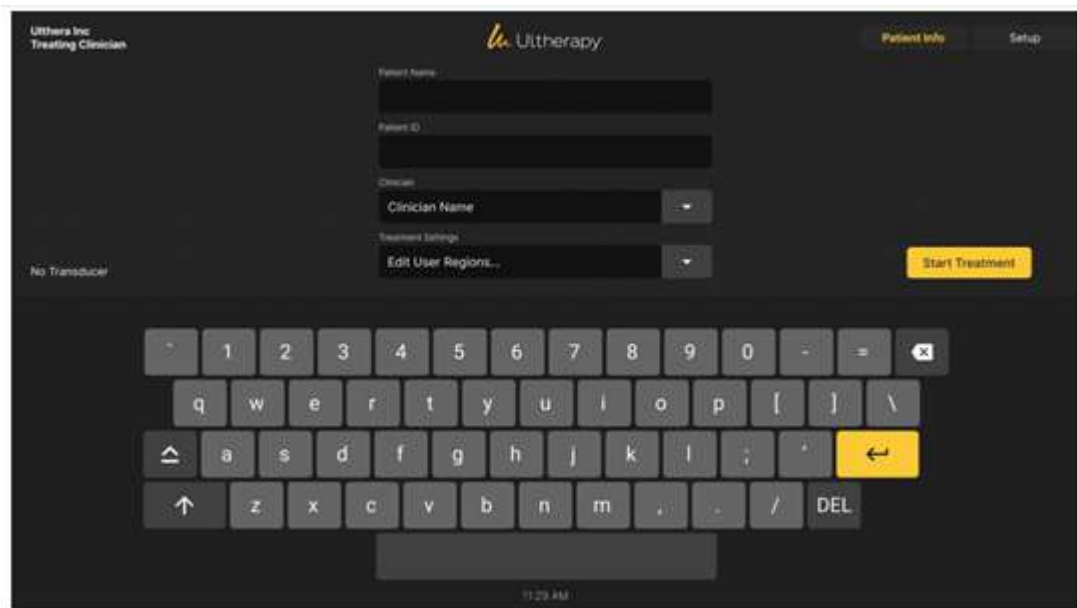

Figura 7.6: Pantalla Patient Info (Información del paciente)
1. La pantalla **Patient Info** (Información del paciente) ilustrada en la figura 7.6 es la pantalla de información del paciente que aparece al encender el sistema.